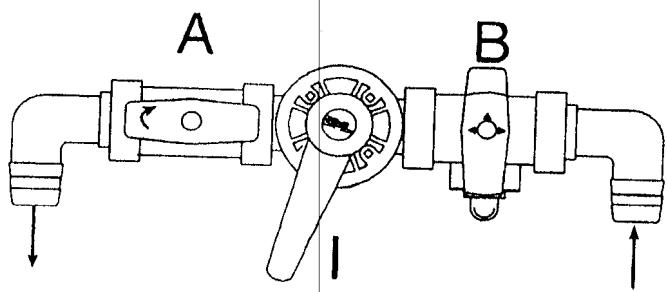

Fig. 6
- аку и добавьте защитное вещество в необходимом количестве, в зависимости от объема установки. Установите рукоятку реверсивного крана на двухходовой кран (A), оставьте двухходовой кран открытым и установите трехходовой кран (B) как показано на рис.6.